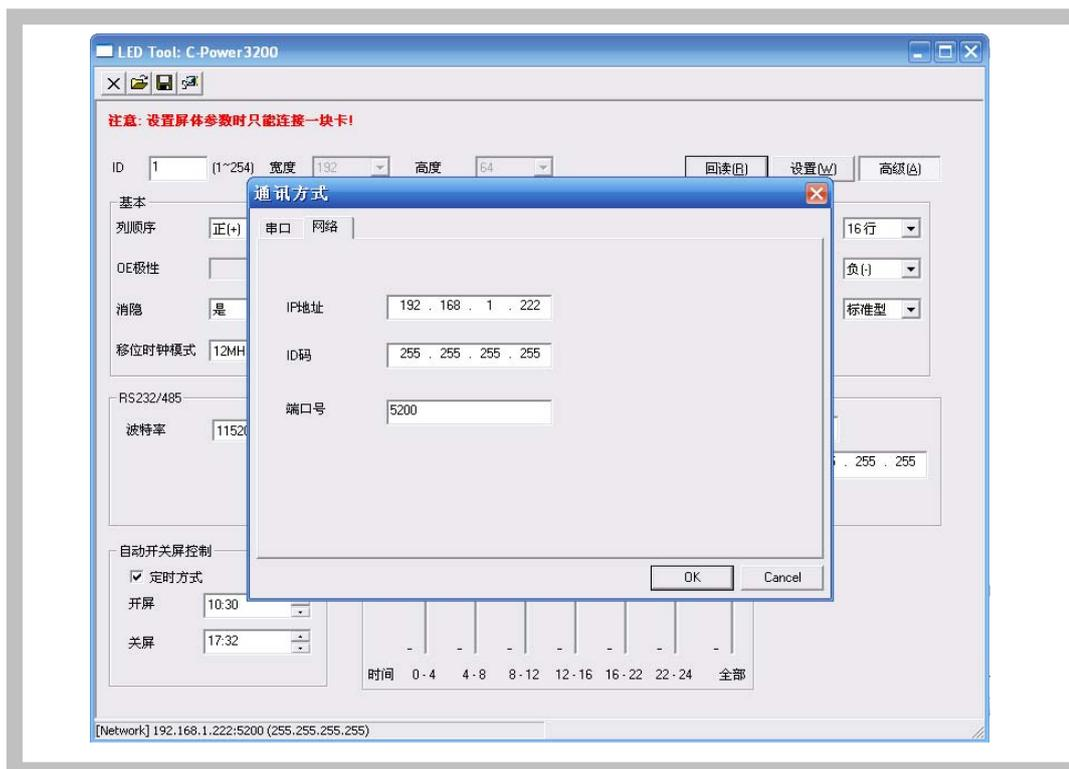

图8 LedTool通信方式选择网口
- 如果使用网口进行设置，则在弹出的“通信方式”对话框的“网口”页面，输入控制卡的IP地址、ID码（识别码）和端口号等信息1（如图8所示）。